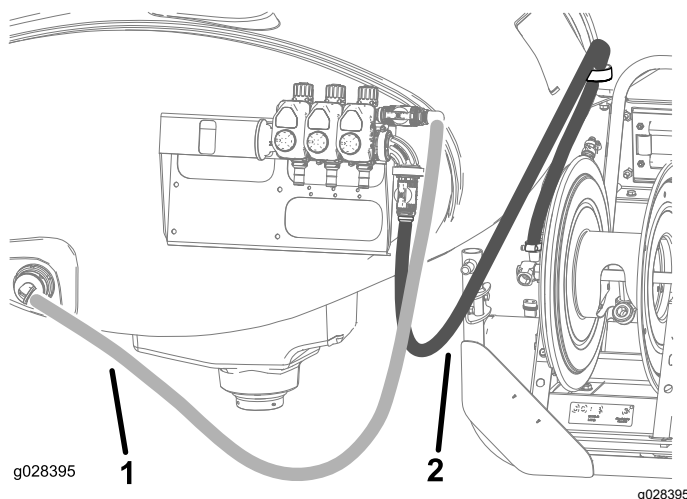

Figure 24
17. Acheminez le flexible d'alimentation comme montré à la Figure 24 et fixez-le au dévidoir avec un collier.